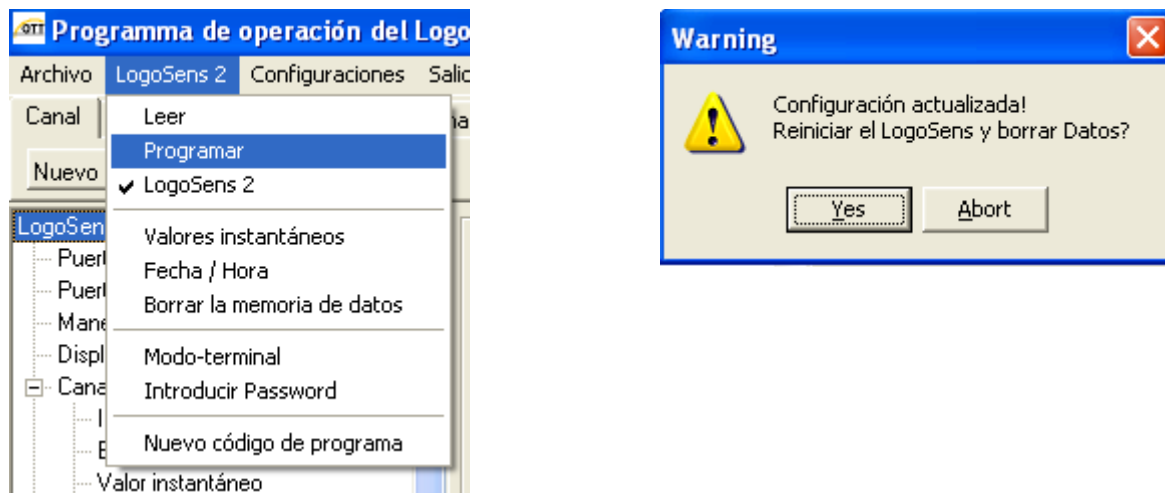

**Figura 1.6 Programa de configuración del Logosens2**
12. Seleccionar el artículo en el menú Logosens2 y después elegir Date/Time sobre la lista (figura 1.6). Seleccionar el botón para configurar Date/Time y el programa Logosens configurará la fecha y hora del datalogger. Presionar **refresh** para verificar que la hora está configurada correctamente.